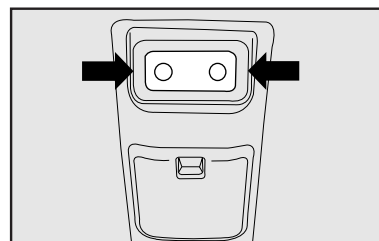

fig. 39
- 1) con un destornillador en el punto indicado por la flecha **fig. 39**, presionando ligeramente, saque el conjunto de luz interna montado a presión;